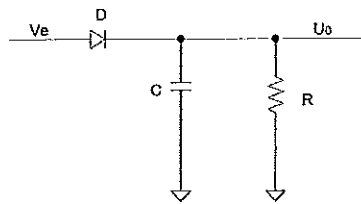

Figure 2
Soit le schéma électrique de la figure 2 où V_e est un signal sinusoïdal d'amplitude 3V et de fréquence 10kHz sans composante continu. La diode D sera modélisée par un modèle à seuil avec $V_s=0.6V$. On prendra $C=1\mu F$ et $R=1k\Omega$. On note $v_e(t)$ la tension entre l'entrée du montage et la masse, et $u_c(t)$ la tension entre la sortie du montage et la masse.
2.1.2.1 Donner le schéma électrique équivalent au circuit de la figure 2 en utilisant un modèle à seuil pour la diode D. (1 point)
2.1.3.1 Tracer le schéma électrique équivalent au circuit de la figure 2 en utilisant un modèle à seuil pour la diode D. (1 point)